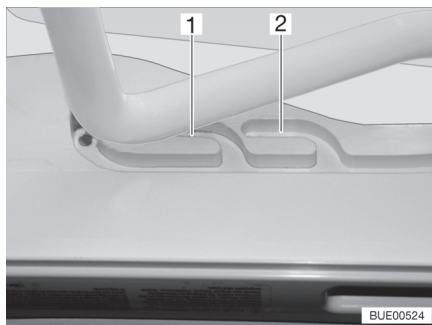
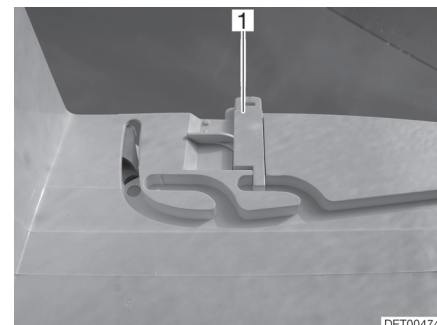

Fig. 19 Guía (posición de ventilación)
Fig. 20 Bloqueo (posición de ventilación)
La claraboya Heki se puede colocar en dos posiciones de ventilación: Posición de mal tiempo (Fig. 19,1) y posición mediana (Fig. 19,2). Según el modelo, la claraboya podrá ser bloqueada en la posición mediana con el pestillo (Fig. 20,1).
- Presionar el estribo ligeramente hacia arriba y empujarlo en la guía seleccionada (Fig. 19,1 ó 2) y, si fuera necesario, bloquearlo.